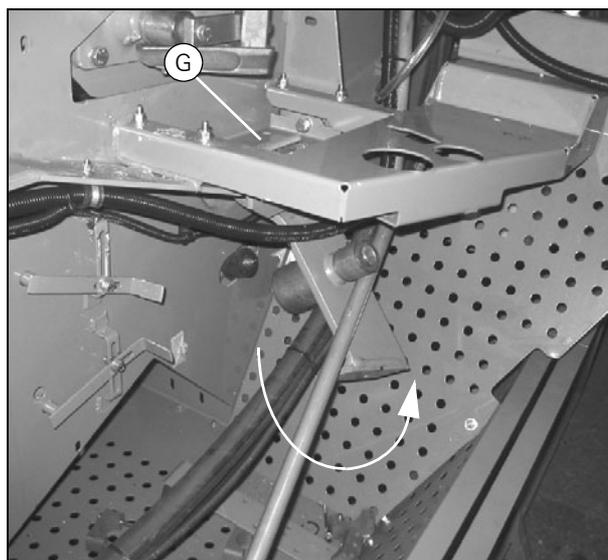

Рисунок 51
7. Снимите подшипники (B), (C), (D) и (E) с поворотного рычага. Теперь поворотный рычаг (F) не закреплен, однако для отсоединения рычага от рамы машины необходимо выполнить следующие операции:
9. Выдвиньте поворотный рычаг из проема (G) на раме машины (Рис. 51).